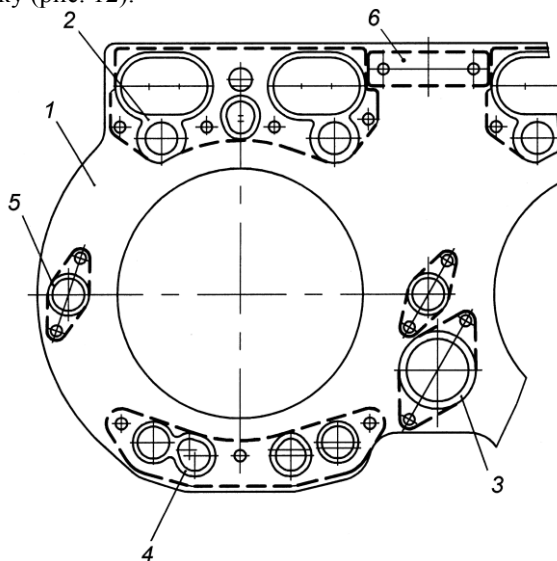

Рис. 12. Схема установки уплотнителей в металлическую прокладку:
1. Головки цилиндров двигателей ЯМЗ-236НЕ2, ЯМЗ-236БЕ2 блочные на три цилиндра каждая. Привалочная к блоку цилиндров поверхность головки шлифована и имеет в зоне уплотнения гильз цилиндров кольцевые проточки. Уплотнение стыка головки цилиндров, блока и гильзы осуществляется прокладкой, состоящей из единой металлической прокладки на четыре цилиндра, уплотняющей газовый стык, и вставных, удерживаемых шпёнками, резиновых уплотнительных элементов, уплотняющих масляные, водяные и штанговые проходы. Уплотнительные элементы пяти видов в количестве 14 шт. на прокладку (рис. 12).